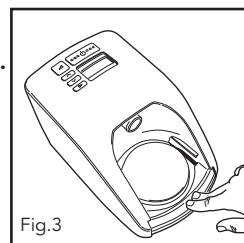
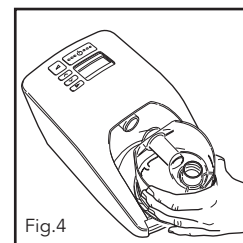

Fig.3
Fig.4
- d. Pour positionner la chambre d'humidification sur l'appareil, appuyer sur la protection et y glisser la chambre. (Fig.3) (Fig. 4).